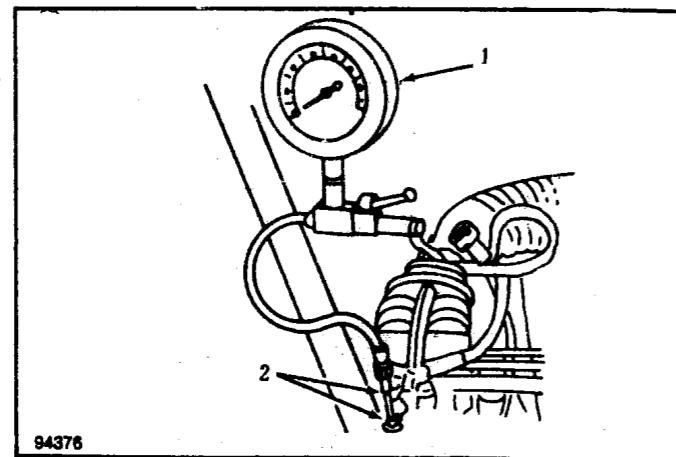

图 1-15 连接燃油压力测试仪
1) 测试时要保证发动机处于正常运转时的温度。首先用接合器 (VW1318/4) 把燃油压力测试仪 (VW1318) 与燃油分配器连接在一起(见图1-15)，然后关闭燃油压力阀。